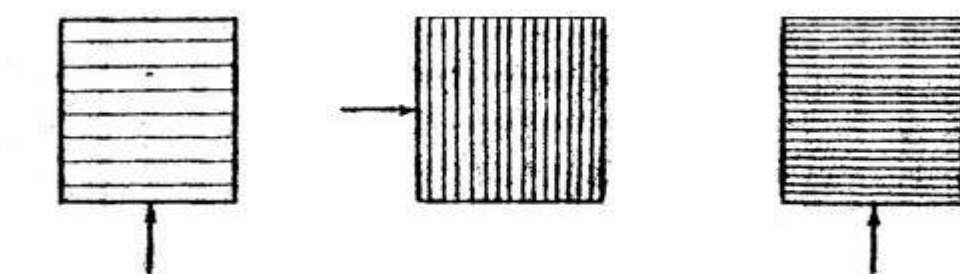

Рис. 1. Вид поверхности шлифа после различных этапов шлифования
3. Шлифование поверхности будущего микрошлифа на наждачной бумаге с разной, убывающей зернистостью абразива (6...7 видов бумаги). Переход на следующую бумагу производится после того, как будут устранены риски от предыдущей обработки. При этом шлифование производится в направлении, перпендикулярном предыдущим рискам (рис. 1).